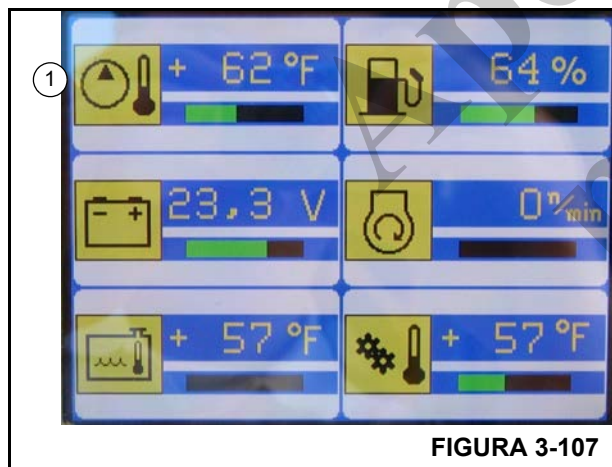

FIGURA 3-107
5. Observe a temperatura do óleo hidráulico; o óleo hidráulico é pré-aquecido quando o mostrador (1) (Figura 3-107) exibe uma temperatura de pelo menos 50°F (10°C).